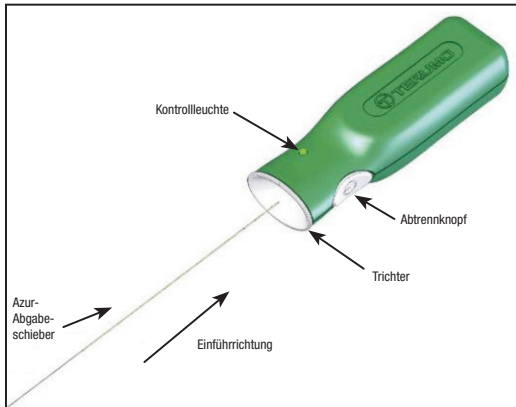

Abbildung 4 – Azur-Abtrennregler
- Den Beutel des Azur-Gefäßverschlusskörpers öffnen und das Verteilerband aus dem Verteilerband entfernen. Vor der Verwendung des Produkts den Keil aus dem Verpackungsband entfernen. Während das Implantat des Azur-Gefäßverschlusskörpers und das Einführgerät an Ort und Stelle gehalten werden, den Schieber aus dem Verteilerband ziehen, so dass das proximale Ende des Abgabeschleiers freigelegt ist. Es ist darauf zu achten, dass dieses Ende des Abgabeschleiers nicht mit Fremdstoffen wie Blut oder Kontrastmittel verunreinigt wird. Das proximale Ende des Abgabeschleiers fest in den Trichterabschnitt des Azur-Abtrennreglers einsetzen. Siehe Abbildung 4. **Den Abtrennknopf zu diesem Zeitpunkt nicht drücken.**
31. Das proximale Ende des Abgabeschleiers mit der Azur-Abtrennregler verbinden, indem das proximale Ende des Abgabeschleiers fest in den Trichterabschnitt des Azur-Abtrennreglers eingeführt wird. Siehe Abbildung 4.